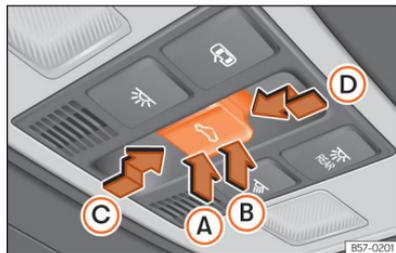

Abb. 66 Im Dachhimmel: Bedienelement für Panorama-Schiebedach.
Der Taster  (Abb. 66) hat zwei Stufen.
- Innerhalb von etwa 5 Sekunden nach der Aktivierung des Einklemmschutzes, drücken Sie die Taste <=> >>> [Abb. 66] bis zur zweiten Stufe in Pfeilrichtung ① bis das Dach vollständig schließt.